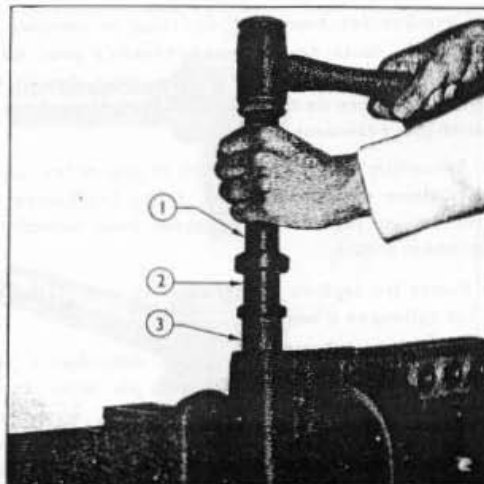

Fig. 6 = Repose des bagues de fusée
1. A l'aide de l'outil T.3050 et de la poignée 550, monter les bagues inférieures supérieures neuves (voir Fig. 6).